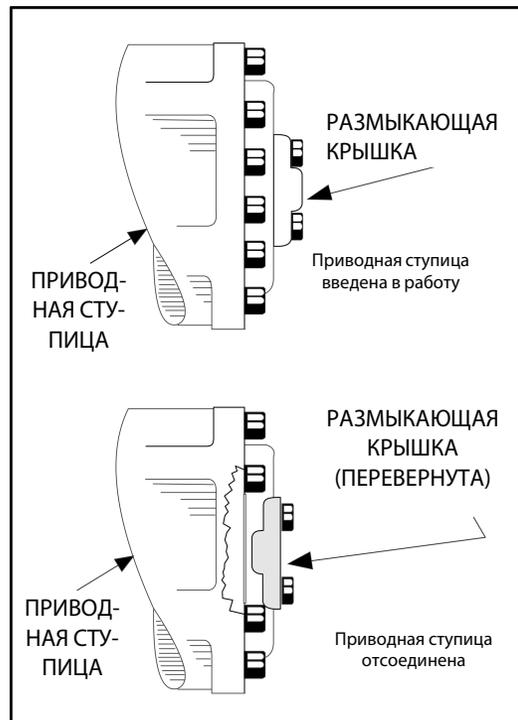

Рис. 4–8. Ступица, отсоединяющая привод
3. Отсоедините приводные ступицы, перевернув размыкающие крышки. См. Рис. 4–8., Ступица, отсоединяющая привод.